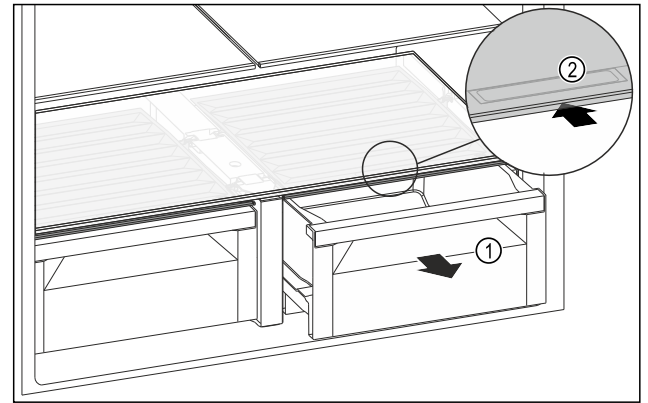

Fig. 105
- Çekmece bölmesini Fig. 105 (1) çekerek çıkarın.
- Raf kapağındaki tutma boşluğundan Fig. 105 (2) tutun ve aynı anda raf kapağını arkaya doğru kaydırın.